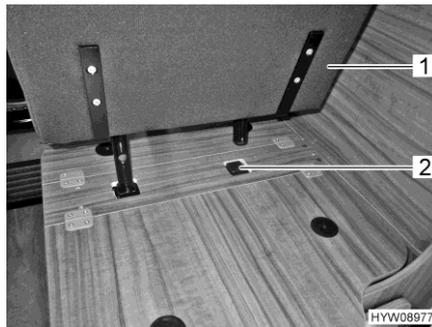

Fig. 16 Inserire il sedile installabile nel supporto
- Inserire il sedile installabile (Fig. 16,1) nel supporto (Fig. 16,2).